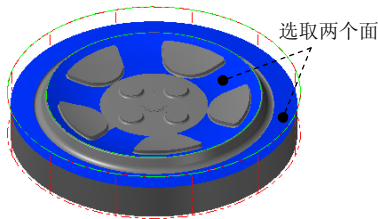

图 15.27 选取干涉面
(2) 单击 **干涉面** 区域中的  按钮, 选取图 15.27 所示的面为干涉面 (共 2 个), 然后按 Enter 键。单击  按钮完成加工区域的设置, 同时系统弹出“曲面精加工环绕等距”对话框。